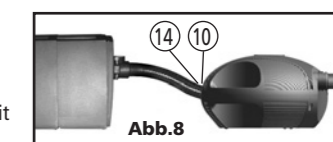

Abb.8
3) Setzen Sie den Fernadapter (10) in die Öffnung ein. Überprüfen Sie, ob der Adapter richtig über den beiden Stümpfen sitzt (Abb. 8)
5) Verbinden Sie den Pumpenkorb durch flexible Schläuche (nicht enthalten) und durch einen Schnellverbinder mit dem Filter (Abb. 8)